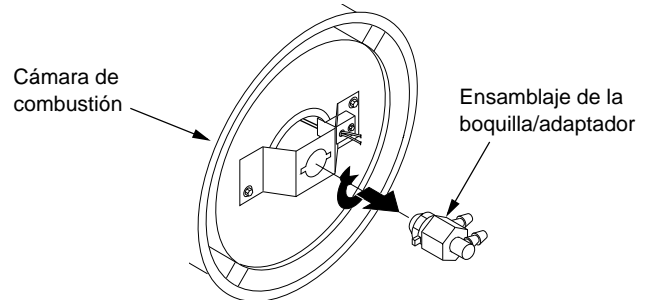

Figura 15 - Desmontaje del ensamblaje de la boquilla/adaptador
4. Gire el ensamblaje de la boquilla 1/4 de vuelta a la izquierda y jale hacia el motor para desmontar (consulte la figura 15).
10. Conecte el ensamblaje de la boquilla al soporte adaptador de la boquilla (consulte la figura 15).